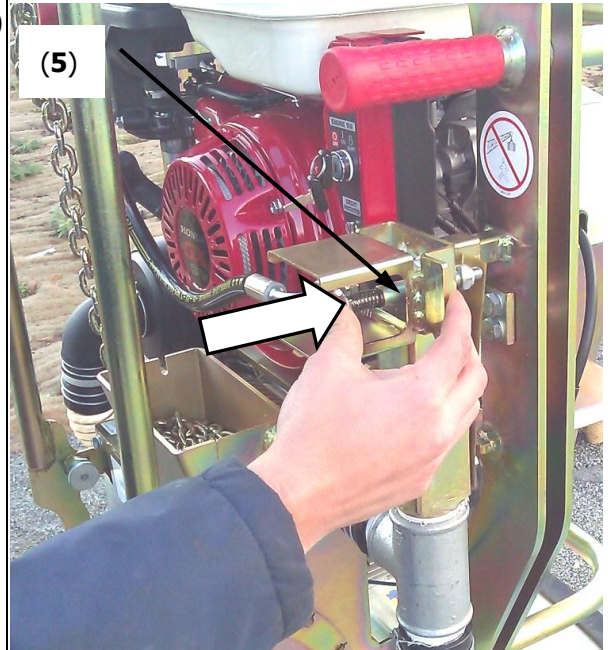

Fig. 6
- Rilasciare il carico (lastra), premento il pulsante (5). (→ Fig. 6).